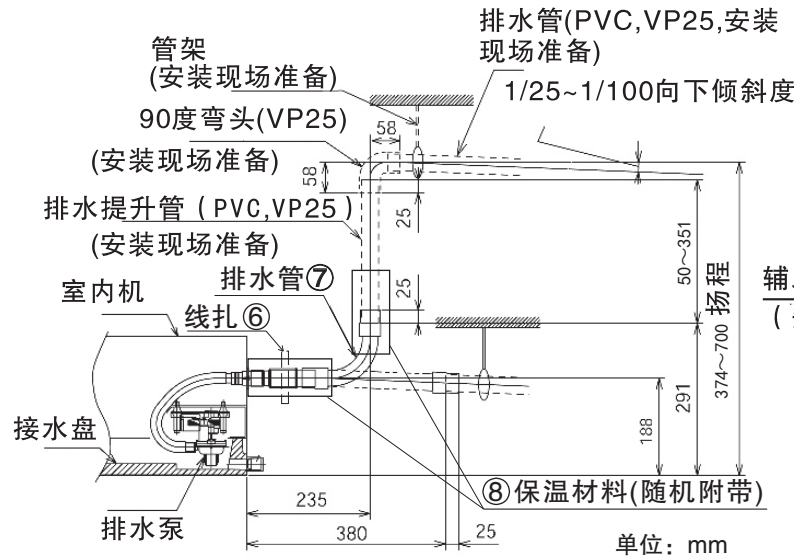

图9-1
- (1) 排水管的连接位置见图9-1、9-2。
- (2) 准备外径为32mm的聚氯乙烯管。
- (3) 用粘合剂和工厂提供的卡箍③固定聚氯乙烯管到排水管上，排水管向下倾斜度为1/2 ~ 1/100。
- (4) 接好排水管后需裹保温材料⑧。